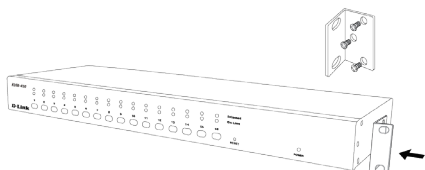

Рис. 9. Передняя панель KVM-440
1. Прикрепите монтажные скобы к боковым сторонам переключателя KVM с помощью винтов (См. рисунок 9)